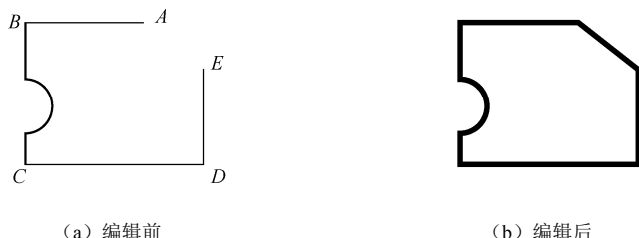

图 5-53 编辑多段线
**例 5-3** 如图 5-53 (a) 所示，*AB*、*CD*、*DE* 为使用“直线”命令绘制的线段，*BC* 为使用“多段线”命令绘制线宽为 0.3 的多段线，使用“多段线编辑”命令将它们合并成一条线宽为 0.4 并闭合的多段线，如图 5-53 (b) 所示。